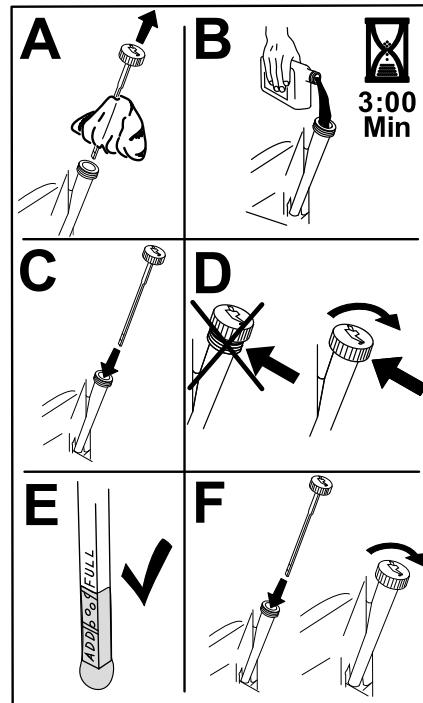

図 34
5. 所定量の 80% 程度のオイルを、オイル補給口からエンジンに入れ、その後に残りを継ぎ足してディストリビュータの Full マークまでオイルを入れる図 34。